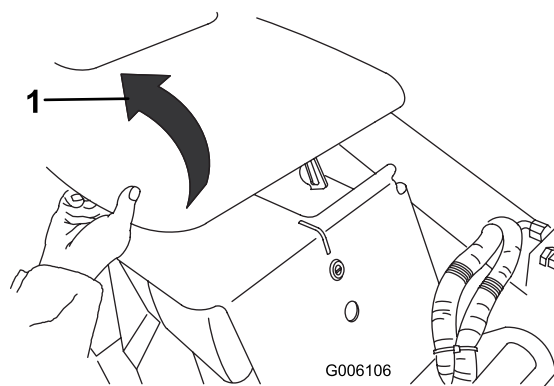

Figura 21
2. Levante el capó (Figura 21).